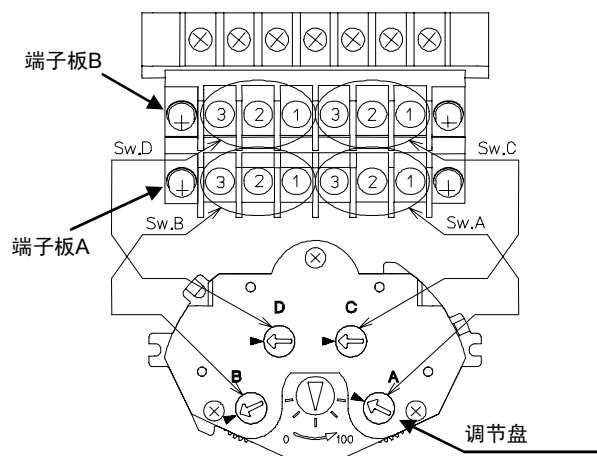

图 6 将辅助开关的位置设定为 50%时的例子
(6) 运行位置的设定方法(图6显示的是将开关运行位置设定在50%时的例子)
- ① 通过电机驱动操作将辅助开关的调节盘设定在用户所希望的开关运行位置上。然后，使用一字螺丝刀旋转调节盘，直到其箭头处于 位置。(参照图6)
- ② 在设定位置附近运行（开和关）几次控制电机，以确认开关是否正常工作。